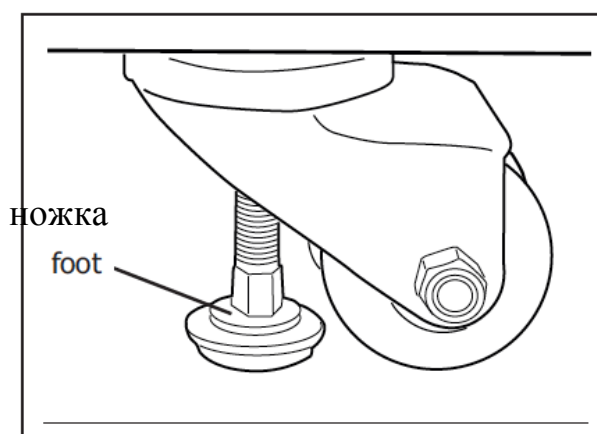

рисунок 4: работа с роликами
• Все приборы оснащены выравнивающими роликами. Как только блок будет находится в своем окончательном положении, ножку, встроенную в ролик необходимо вывинтить, чтобы опустить прибор на пол и предотвратить его дальнейшие передвижения. Поворачивайте ручку до тех пор, пока ролик не окажется на одном уровне с землей (рисунок 4).